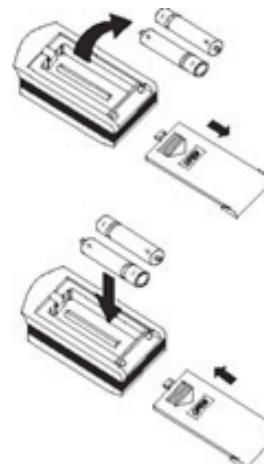

Рис. 3
- Для извлечения батареек, при замене, необходимо сдвинуть крышку пульта управления в направлении стрелки (см. рисунок 3) извлечь батареек и установить новые.